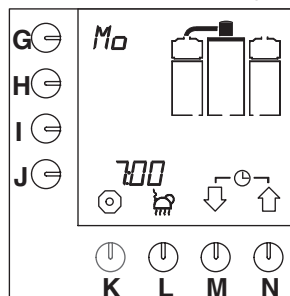

Fig. 11 Exemple jour et heure
- Le jour et l'heure s'affichent un instant sur l'écran de contrôle (fig.11).
- Le jour et l'heure s'affichent sur l'écran de contrôle (fig.11).
- Le jour et l'heure s'affichent un instant sur l'écran de contrôle (fig.11 ).